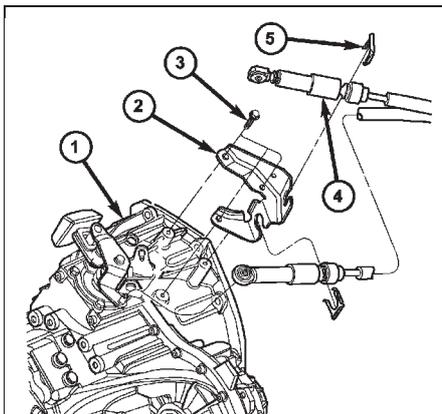

Рис. 23. Тросы переключения передач и кронштейн КПП. 1 - КПП, 2 - кронштейн троса переключения передач, 3 - болт (3 шт.), 4 - сборка тросов, 5 - клипса (2 шт.).
(4) Отсоедините тросы переключения передач от рычагов КПП и кронштейна (рис. 23). Отведите тросы в сторону.
(5) Снимите кронштейн поддержки тросов (рис. 23).